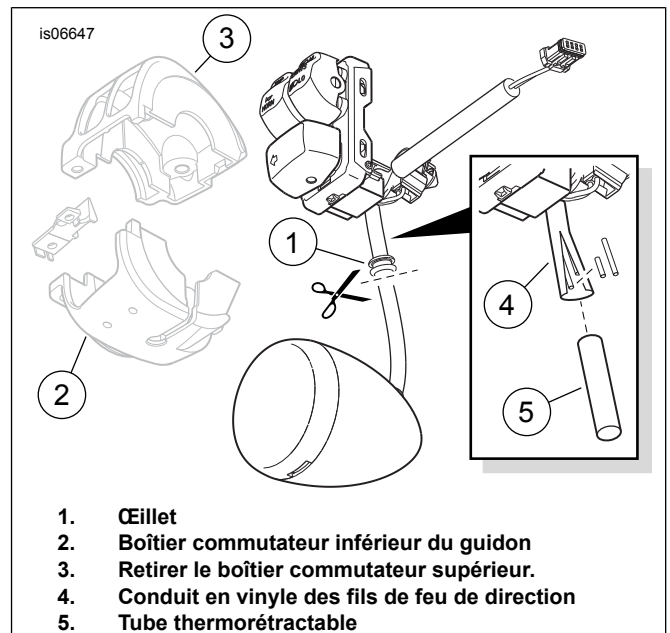

Figure 4. Couper le feu de direction de l'ensemble du commutateur
1. Voir Figure 4. Couper les fils de feu de direction et le conduit à ras de l'œillet (1) sur le dessous du boîtier commutateur inférieur de guidon (2).
2. Séparer les boîtiers commutateurs supérieur (3) et inférieur selon les instructions du manuel d'entretien.
3. Déposer l'œillet de l'extrémité du conduit en vinyle des fils de feu de direction (4) toujours connecté au boîtier commutateur.
5. Faire coulisser la section de 50,8 mm (2 pouces) le long du tube thermorétractable encapsulant (à double paroi) (5) sur le conduit et les fils.